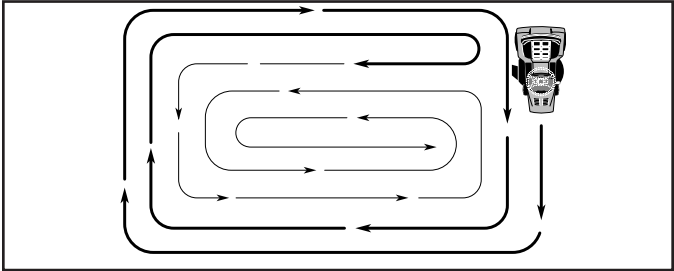

FIG. 22
- Pour tondre une grande surface, on vous conseille de commencer par tourner à droite, de façon à ce que l'herbe ne soit pas déversée sur les arbustes, les clôtures, les allées, etc. Après un ou deux tours, tondez en sens inverse en tournant à gauche jusqu'à ce que le travail soit achevé (Voir la Fig. 22).